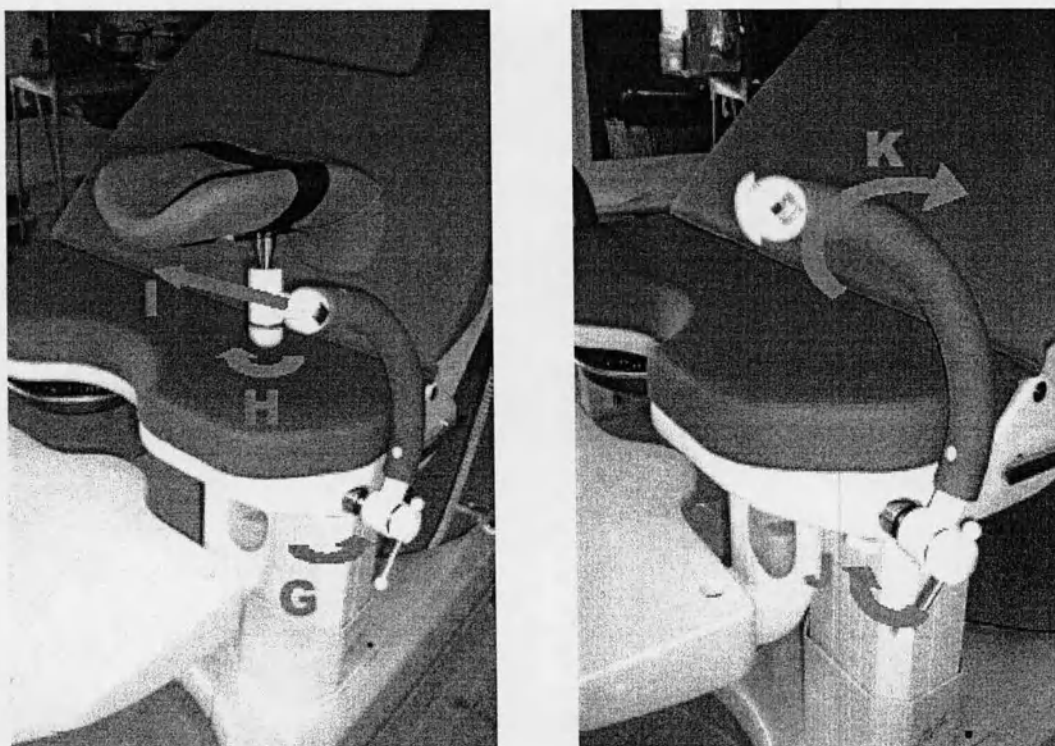

Рис. 9. Установка в нужное положение опор для ног
- ввести держатели опор для ног в квадратные отверстия в боковых сторонах сиденья и зафиксировать стопорным винтом (направление General Meeting на рис. 9).